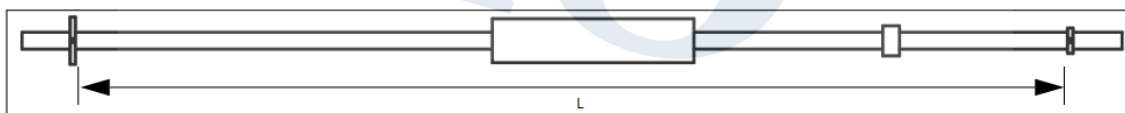

Figura 2: Medida  $L_0$
1. Medida  $L$ , seleccione un tubo de metal y mida su longitud a la temperatura ambiente. Esta medida se hace desde el borde interior del disco circular más grande en un extremo hasta el borde interior del disco circular más pequeño en el otro extremo (ayuda: vea la figura 2). Registre sus resultados en la tabla 2.